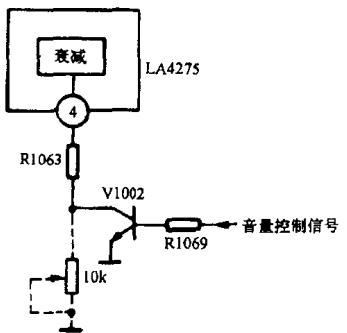

图 1-3 海信 TC2519M 伴音控制接口电路
再如图 1-3 所示的海信 TC2519M 型彩色电视机伴音控制接口电路,其末端元件为 V1002,断开其集电极相当于 V1002 截止,而短路其集电极相当于 V1002 进入导通状态。这两种状态分别使被控点 LA4275④脚的电压为线性变化范围的最大和最小值,这两个值总会有一种是令伴音为最大。试验时若在其中一种状态下伴音恢复而只是音量处于最大,可判断该伴音信号处理电路工作正常,故障在伴音接口电路、CPU 及和 CPU 相关的视频同步信号接口电路。如果进行上述断开和短接 V1002 集电极试验时故障依然没有改变,说明伴音信号途经电路有问题。这样也就将伴音控制接口电路及相关的 CPU 与视频同步信号反馈电路,排除在故障检修范围之外。
这种方法只适用于采用专用接口电路的机型,且接口电路的工作方式是放大方式。具体方法是断开接口电路对被控点,然后采用电阻分压的方法对被控点提供合适的控制电压,看故障是否排除。如果排除说明故障在接口电路或它未引入正常的控制指令;如果故障依然,可将这个接口电路排除在检修范围之外。如图 1-3 示的海信 TC2519M 型彩色电视机的伴音控制接口电路,可以断开 V1002 集电极在 R1063 的下端接入  $10k\Omega$  电位器(见图中虚线示),然后调试电位器看伴音是否恢复正常。如果恢复正常可判断故障在伴音控制电路;反之,则故障不在伴音控制电路。